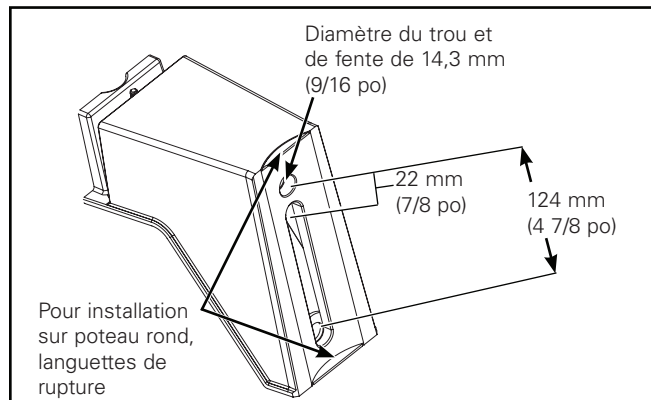

Figure 1.
1. Le bras de montage de poteau est conçu pour un poteau carré ou rond. L'installation de poteau rond exigera que les languettes de rupture du bras de montage soient retirées. Saisissez l'onglet avec une pince et séparez l'onglet (Figure 1).